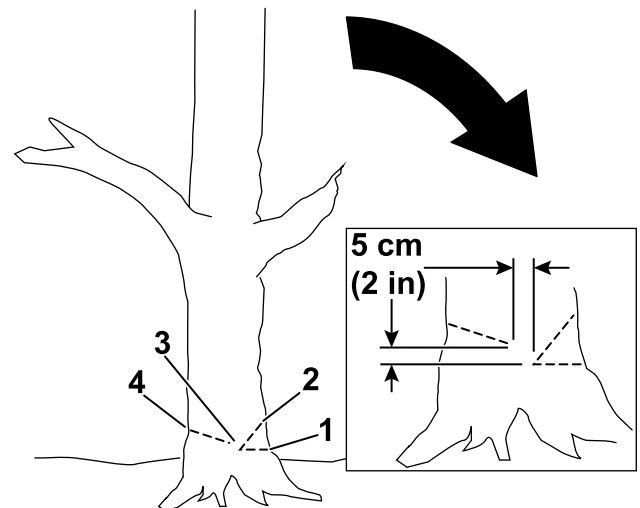

Figura 15
4. Haga el primer corte de un tercio del diámetro del árbol en el lado hacia donde desea que caiga el árbol (Figura 15).
5. Haga un segundo corte para formar una cuña, empezando el corte al menos 5 cm (2") por encima del primer corte (Figura 15).
6. Haga el corte de caída desde el lado opuesto a la cuña y unos 5 cm (2") por encima de la parte inferior de la cuña, como se muestra en la Figura 15.
Importante: Detenga el tercer corte a 2.5 a 5 cm (1" a 2") de la cuña para formar una bisagra entre los cortes (Figura 15), que evitará que el árbol caiga en la dirección incorrecta o que gire al caer.
Nota: A medida que el corte de caída se acerque a la bisagra (Figura 15), el árbol debe empezar a caer.